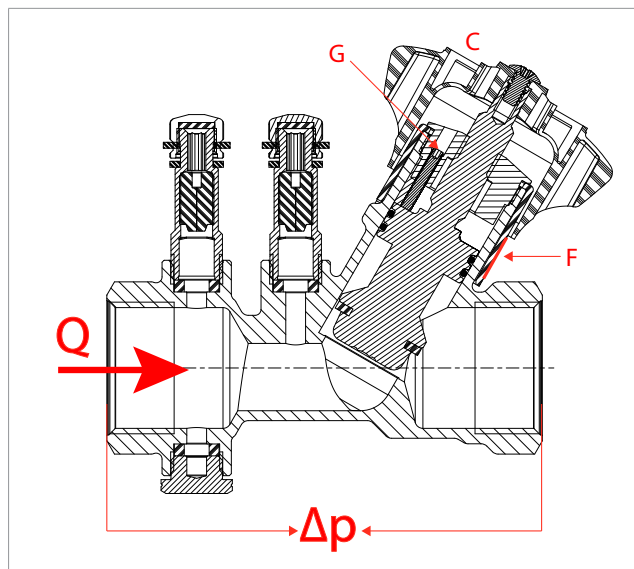

Рис. 2
Клапан R206B оборудован устройством механической памяти степени открытия (предварительной настройки). Данный механизм ограничивает ход рукоятки (поз. С на рис. 2) при помощи блокирующего винта (поз. G на рис. 2).
- Произведите настройку клапана R206B, используя рукоятку (поз. С на рис. 2) и шкалу (поз. F на рис. 2).
- Поворачивая против часовой стрелки блокировочный винт (поз. G на рис. 2), заблокируйте настройку. Для манипуляций с блокировочным винтом используйте шестигранный(?) ключ: